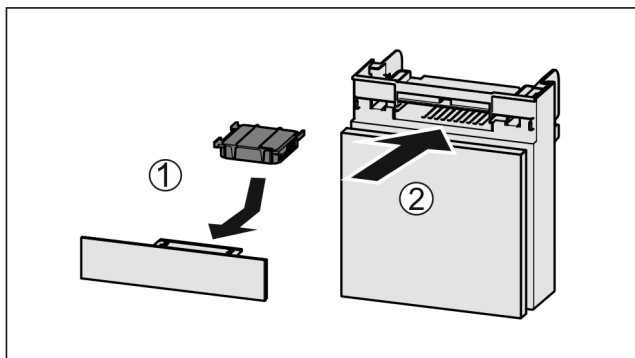

Fig. 73
- ▶ Wkładać Fig. 73 (1) filtr z węglem aktywowanym zgodnie z ilustracją.
- ▶ Wsunąć komorę Fig. 73 (2).